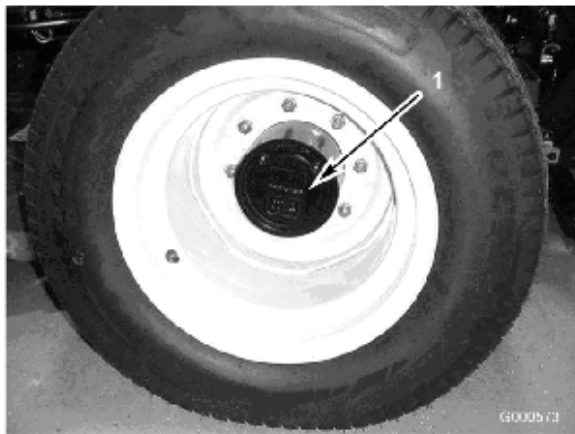

図 41
1. 平らな場所で、ホイールの点検/ドレン・プラグ (図 41) が時計の2時または10時の位置に来るように停止させる。
2. プラネタリに付いているプラグ (図 41) を抜く。プラグ穴の高さまで油量があればよい。